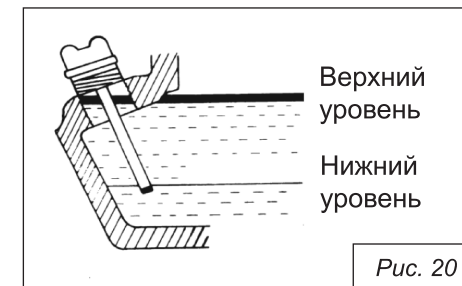

Рис. 20
8.1. Моторное масло (рис. 20)
2. Открутите крышку маслоналивной горловины и протрите щуп (рис. 20).